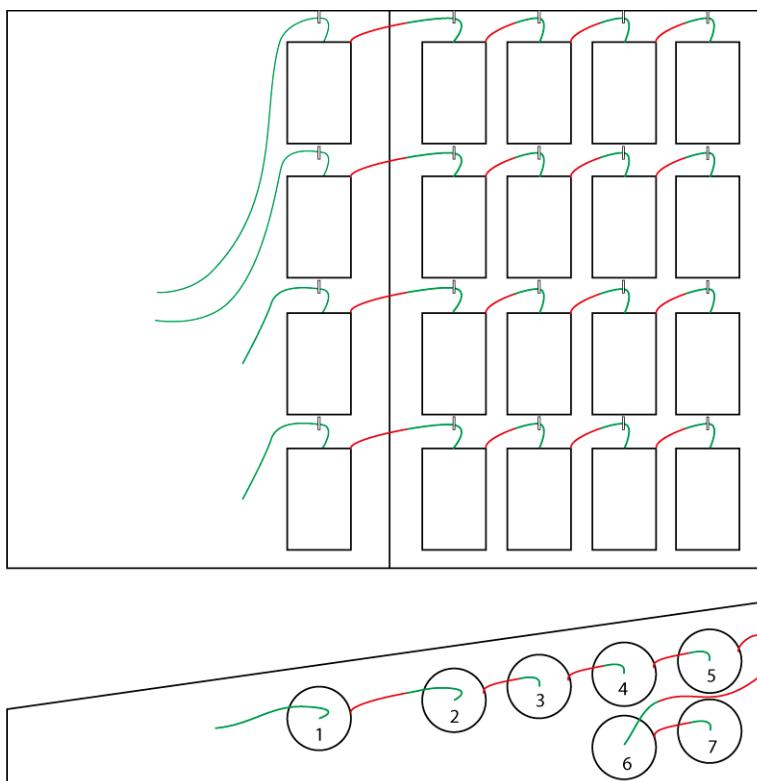

Fig. 37 Charger et attacher les bobines de ficelle
- 2 Placez les bobines de ficelle dans les bacs de l'armoire, comme sur « Fig. 37 Charger et attacher les bobines de ficelle » à la page 62.
Voir « Fig. 37 Charger et attacher les bobines de ficelle » à la page 62.